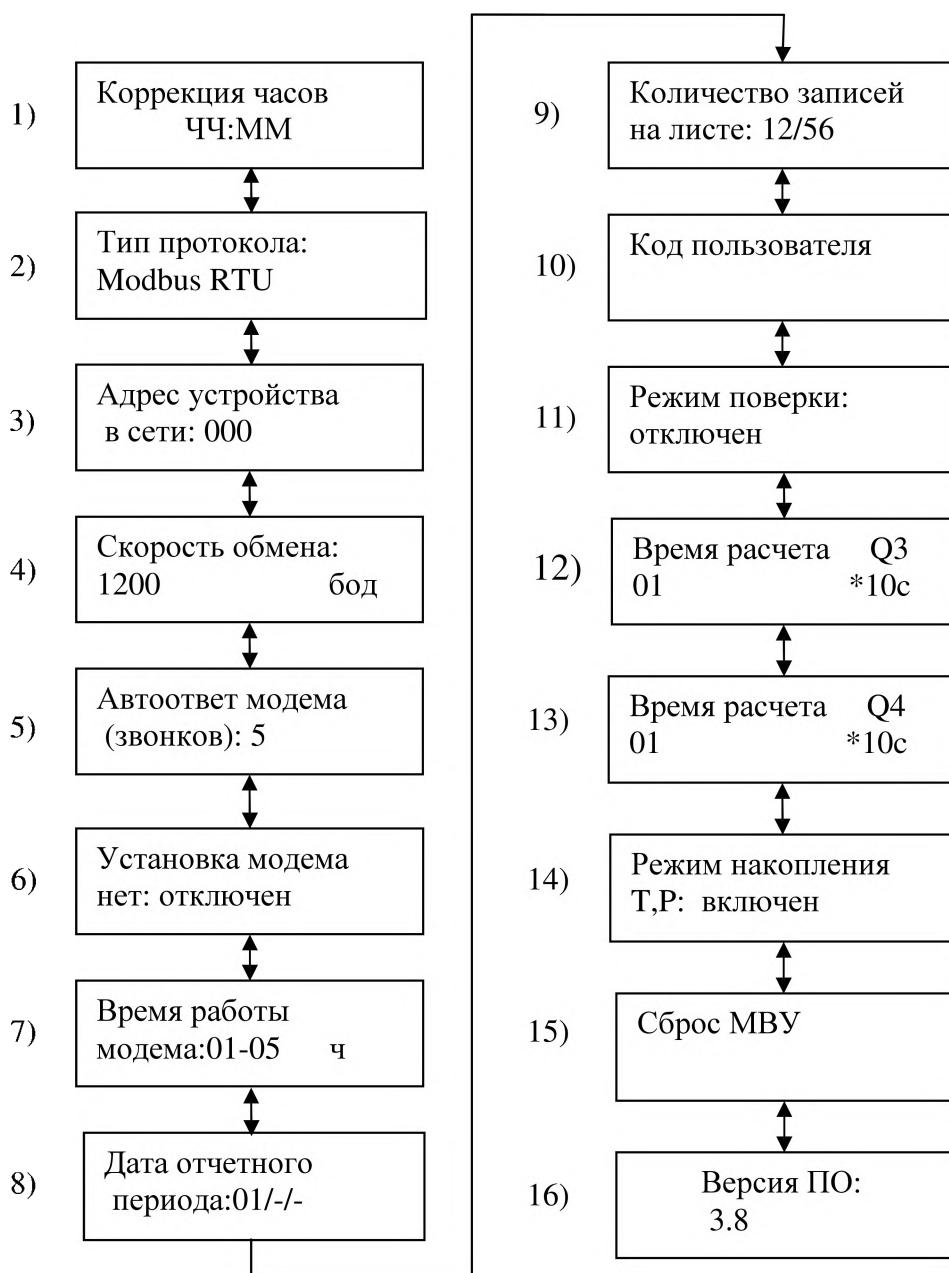

Рисунок 4
Установка «**Коррекция часов**» (поз. 1 рисунок 4) предназначена для корректировки хода часов вычислителя, а также для перехода на зимнее (летнее) время*.
Установка «**Адрес устройства в сети**» (поз. 2 рисунок 4) используется при мультиточечном подключении вычислителя к сети верхнего уровня и может изменяться в пределах: 000-255.
Установки «Автоответ модема», «Время работы модема» и «Установка модема» (поз. 3, 4, 5 рисунок 4) предназначены для подключения вычислителя к сети верхнего уровня через телефонные коммутируемые линии связи.
Автоответ модема определяет количество входящих звонков, после которого модем начинает подключение к телефонной сети. Установка «**Время работы модема**» (поз. 7 рисунок 4) определяет интервал времени суток, в течение которого модем переходит в режим автоответа. Если часы начала и конца интервала совпадают, то модем постоянно будет находиться в режиме автоответа. Установка «**Установка модема**» (поз. 6 рисунок 4) выполняется при соединенном к вычислителю модеме для его программирования перед использованием (см. приложение Г) в следующем порядке:
Установка «Дата отчетного периода» (поз. 8 рисунок 4) определяет начало формирования месячных архивных записей. При установке «01/-/» начало формирования месячных архивных записей совпадает с календарным периодом.
Установка «Количество записей на листе» (поз. 9 рисунок 4) определяет количество выводимых на лист бумаги архивных записей при распечатке протокола. При этом первое число (12) указывает количество записей формы протокола данных тепловой энергии, второе число (56) указывает количество записей формы протокола данных объема воды (см. 2.3.1). При нестандартных листах бумаги, изменяя количество записей на листе, пользователь может получить оптимальное расположение протокола на бумаге.
Установка «Код пользователя» (поз. 10 рисунок 4) позволяет, при необходимости, изменить текущий код пользователя на иной, например имеющий облегченный набор символов. Ввод нового кода осуществляется по описанному выше правилу. В случае утери вновь введенного кода пользователь счетчика тепла сможет восстановить его, обратившись в сервисную организацию.
Установка «Режим поверки» (поз. 11 рисунок 4) предназначена для использования во время поверки вычислителя по каналам вычисления тепла, объема и температуры. При установке «Режим поверки: включен» архивные данные не накапливаются (аналогично выключению вычислителя из сети), а данные по каналам объема для сокращения времени поверки индицируются с увеличенной разрядностью. После отмены режима поверки вычислитель возвращается в режим накопления тепловой энергии.
Установки «Время расчета Q3/Q4» (поз. 12, 13 рисунок 4) задают период времени (в 10-секундных интервалах) для определения расхода по каналам V3, V4. Минимальный период времени определения расхода равен 10 с, а максимальный период времени равен 990 с. Пользователь должен выбрать необходимое значение периода определения расхода, исходя из значения минимальной частоты сигнала датчика расхода.
Установка «Режим накопления T, P» (поз. 14 рисунок 4) предназначена для управления процессом накопления данных по каналам температуры и давления. Если режим накопления включен, то данные температуры и давления будут учитываться при любых значениях теплоносителя (V1, V2, V3, V4, T1, T2, P1, P2), в том числе и в аварийном режиме счетчика тепла. При выключенном режиме данные температуры и давления будут учитываться только при безаварийной работе счетчика тепла, при этом, в случае аварии, в область архивных данных температуры и давления записываются нули. Пользователь должен учитывать, что при включенном режиме накопления возможно несовпадение архивных данных тепловой энергии счетчика тепла и данных, полученных расчетным способом по данным каналов V1, V2, V3, V4, T1, T2, P1, P2. Данная ситуация может возникнуть при частичном нахождении счетчика тепла в аварийном режиме вследствие усреднения данных по каналам температуры и давления за рассматриваемый период времени (час, сутки, месяц).
Установка «Сброс МВУ» (поз. 15 рисунок 4) предназначена для очистки архивных данных счетчика тепла, занесения в энергонезависимую память вычислителя заводских «уставок», установки даты и времени, а также для записи заводского номера вычислителя. Данная установка недоступна пользователю счетчика тепла.